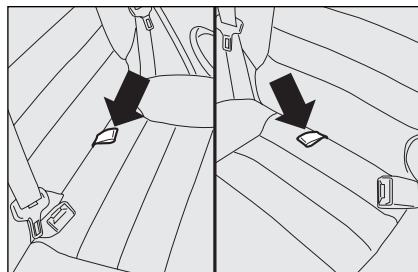

fig. 96
- ☐ ao segurar o puxador situado ao centro da almofada **fig. 96**, incline a almofada desejado;